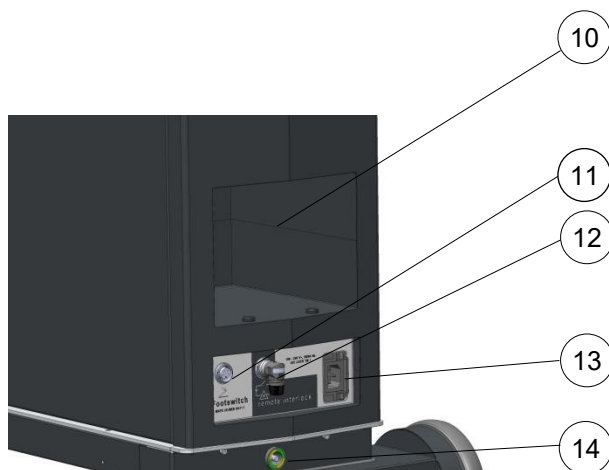

Fig. 3-2: Vista traseira
- Para separar a consola laser ELIOS da rede elétrica, desligue a ficha de alimentação do dispositivo (Fig. 3-2).
- A consola laser ELIOS deve ser posicionada de modo a permitir a remoção da ficha de alimentação do dispositivo em qualquer altura (Fig. 3-2).
O pedal deve estar ligado ao conector do pedal (ver Fig. 3-2). O pedal é utilizado para acionar a emissão de laser. O acionamento do pedal ativa a emissão de laser. Assim que o pedal for libertado, a emissão de laser é interrompida.
A consola laser ELIOS está equipada com um conetor para equipotencialização elétrica (ver Fig. 3-2). A ligação a uma equipotencialização elétrica adicional pode ser feita utilizando um cabo de equipotencialização.
A consola laser ELIOS está equipada com um conetor para um interbloqueio remoto, por exemplo, um contacto de porta (ver Fig. 3-2). Se os contactos da ficha de ligação estiverem abertos, a emissão do laser é interrompida. Pode obter mais informações sobre a ligação de um interbloqueio remoto à consola laser ELIOS junto da MLase ou de um parceiro de assistência autorizado.